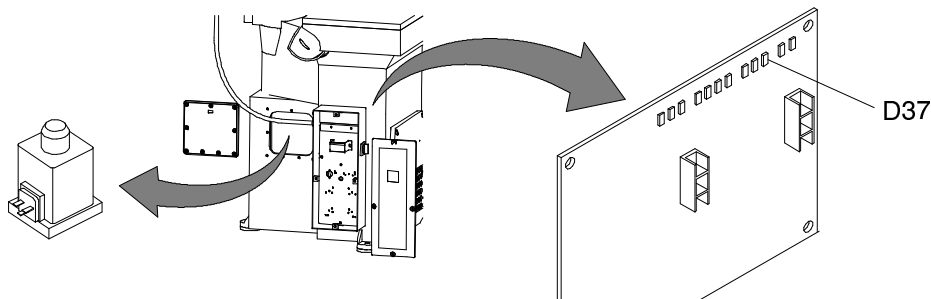

Fig. 23
b) Si les leds D25 et D28 s'allument régulièrement, vérifier l'allumage du led D37 sur le circuit imprimé (code 02E03947, tav. 8). Si le led D37 s'allume régulièrement, vérifier le câblage de l'électroaimant au circuit imprimé aussi que l'électroaimant (code 02001746, tav. 5-6-7). Vérifier que le voltage approprié de 40/45V arrive au électroaimant (Fig. 23).